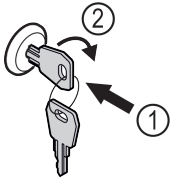

Fig. 122
- ▶ Įspauskite raktą. Fig. 122 (1)
- ▶ Pasukite raktą 90° pagal laikrodžio rodyklę. Fig. 122 (2)